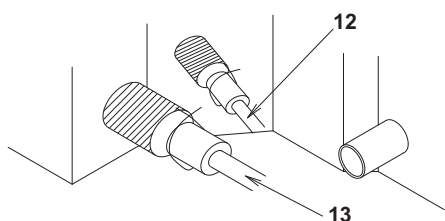

Bild 22
- Efter läckagetestning isloerar du både gas- och vätskerörkoppling med medföljande skarvisoleringsmaterial (6) och (7) för att förhindra att rören blir exponerade. **(Se bild 22)**
- Isolera rören på samma sätt som i bild 22 med det medföljande skarvisoleringsmaterialet (6).
- Skarvisoleringsmaterial (6) (tillbehör)
- Klämman (4) (tillbehör)
- L-format rör (13)